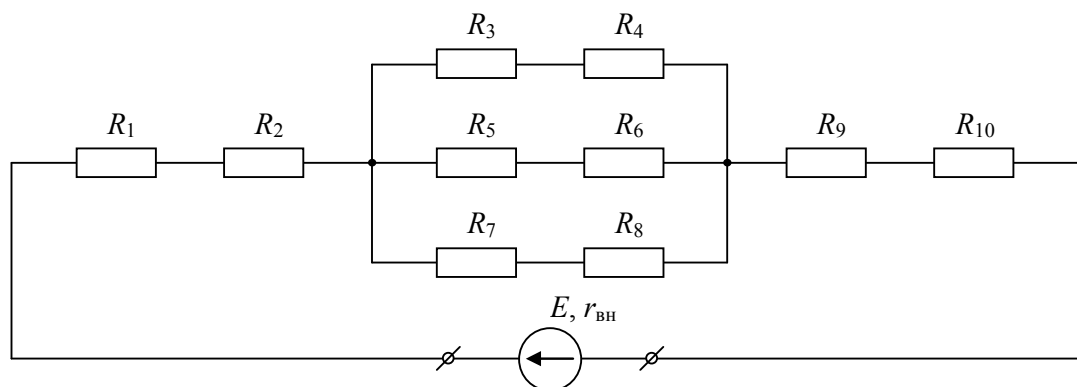

Рис. 1.1. Схема электрической цепи к практической работе № 1
1. Вычертить расчетную схему для *своего варианта*, в соответствие с условием задания (рис. 1.1 и табл. 1.1). Записать ее параметры. Отсутствие резистора в таблице обозначено прочерком. При вычерчивании схемы его следует заменить коротким замыканием.